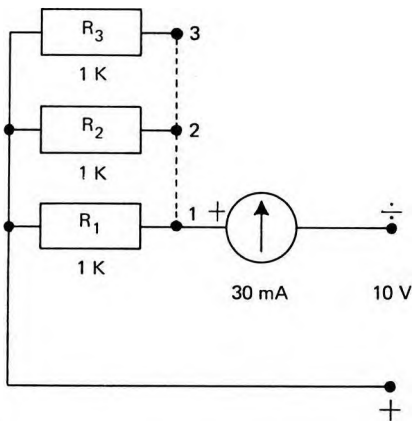

Fig. 23
- 1. forsøg: Opstillingen tilsluttes strømforsyningen (10 V) som vist på fig. 23.  $I = 10 \text{ mA}$ .